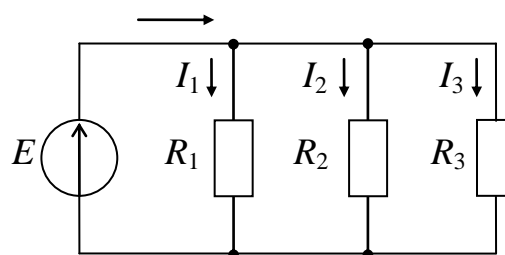

Рисунок 1.2 – Параллельное соединение
1. Собрать на стенде электрическую цепь согласно рабочей схеме рис.1.2. Установить заданные параметры отдельных элементов цепи и выполнить измерения тока в цепи  $I$  и напряжений на отдельных элементах  $U, U_1, U_2, U_3$ . Результаты измерений внести в табл. 1.2.